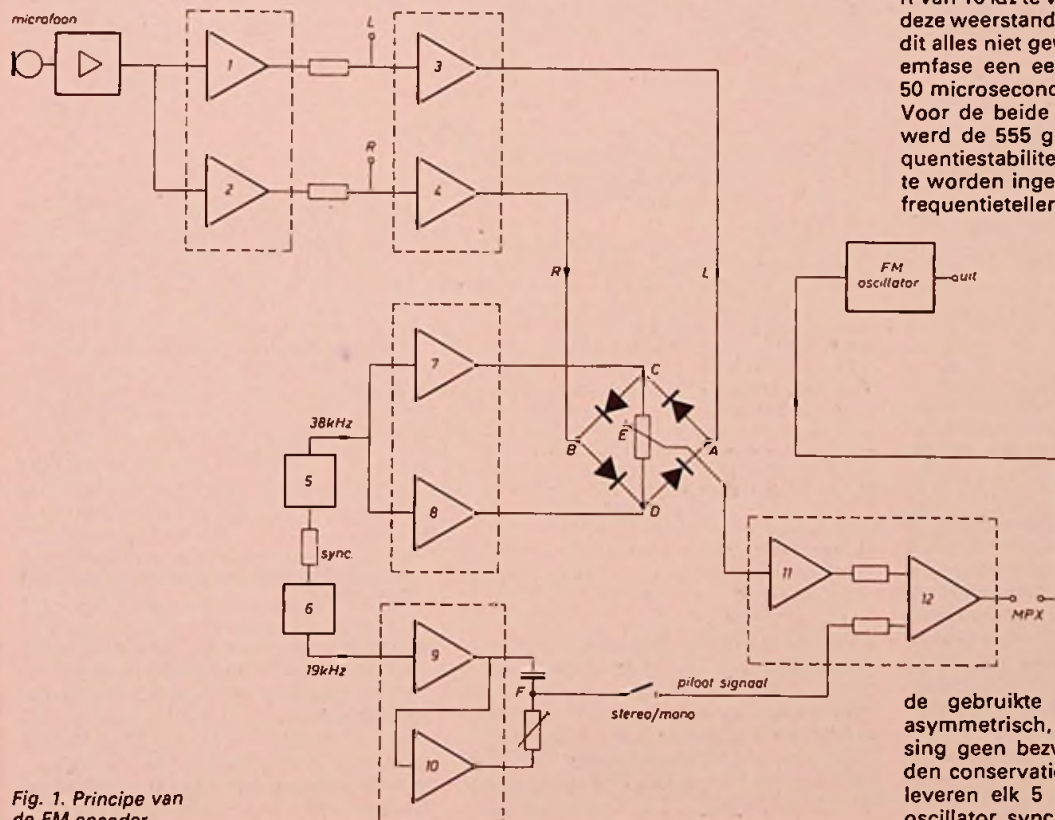

Fig. 1. Principe van de FM encoder.
De schakeling volgt uit fig. 1, waarbij gebruik wordt gemaakt van de schmitt-trigger 74132 met het ingangscircuit van fig. 2. Om met een kleinere capaciteit te kunnen volstaan, kan men ook de 74LS132 gebruiken. Deze heeft het ingangscircuit volgens fig. 3.
De diodenbrug van de ringmodulator ontvangt twee signalen: aan de punten A en B (fig. 1) liggen het linker en rechter audio signaal via twee gelijke versterkerbuffers (3-4), die tevens de frequenties boven 15 kHz afsnijden en de pre-emfase verzorgen. Het microfoonsignaal wordt via twee ruisarme versterkers (1-2) in gelijke amplitude en fase toegevoerd aan het linker en rechter signaal, zodat het gesproken woord in het midden van het stereobeeld komt te liggen. Op de punten C en D van de brug is aangesloten het hulpdraaggolf signaal (HD) van 38 kHz, afkomstig van een kanteeloscillator (5). Het middenpunt E van de ringmodulator verschaft het stereosignaal met onderdrukte hulpdraaggolf. Dit wordt via een laag-doorlatend filter (11), met een afsnijfrequentie van ongeveer 55 kHz, toegevoerd aan een optelnetwerk (12), tezamen met het zgn pilotsignaal van 19 kHz. Het laatste wordt opgewekt door een